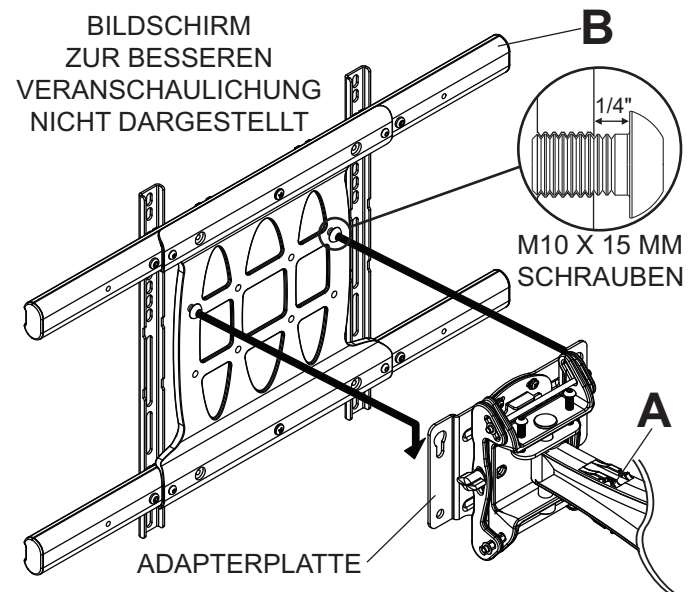

Abbildung. 4.2
Bringen Sie die vier 1/4-20 Gewindeschneidschraube wieder an, um die Bildschirmhalterungen wie in Abbildung 4.2 dargestellt an der inneren Gruppe der Montagebohrungen an der Universal-Adapterhalterung (B) zu befestigen.
**3-1** Legen Sie ein Tuch auf eine flache, ebene Oberfläche, die das Gewicht des Bildschirms tragen kann, damit der Bildschirm nicht zerkratzt wird. Legen Sie den Bildschirm Gesicht nach unten und Ort Universal-Adapter Halter (B) auf die Leinwand.
- Für Universell-Adapterhalterung: Hängen Sie die M10 x 15 mm Schrauben in die Schlüssellochschnitte der Adapterplatte (A) ein wie in Abbildung 4.2 dargestellt.